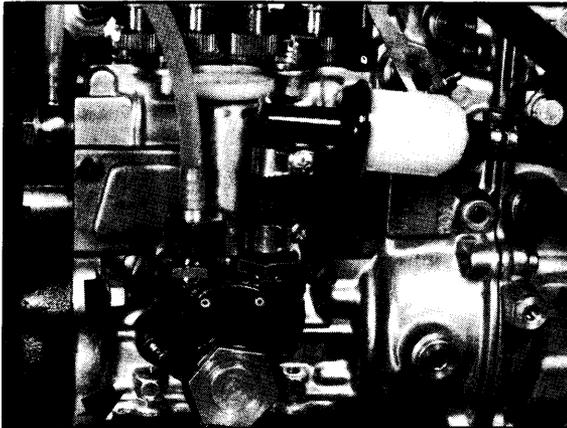

Figura 07-1/12
4.— Aflojar las tuercas de fijación de la bomba de inyección y la tuerca o tornillo del soporte de fijación en la parte posterior. (Figura 07-1/12).